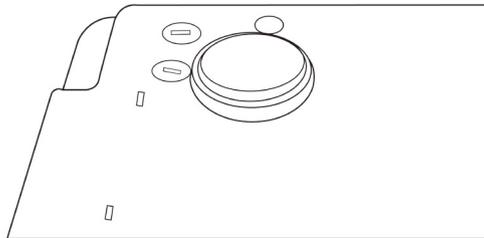

Figure 9-1 Remplacement du fusible
Utilisez un tournevis cruciforme pour retirer le porte-fusible dans le sens de la flèche (sens inverse des aiguilles d'une montre), et remplacez le fusible endommagé par un fusible principal fourni ou approuvé par notre société. Vissez le porte-fusible dans le sens inverse de la flèche pour le fixer. La méthode de remplacement est illustrée dans la figure 9-1 :
- Appuyez sur le porte-fusible vers le bas et faites-le tourner dans le sens inverse des aiguilles d'une montre, comme indiqué sur la figure 9-1. Après avoir retiré le fusible endommagé pour en remplacer un nouveau, appuyez sur le porte-fusible et faites-le tourner dans le sens des aiguilles d'une montre.